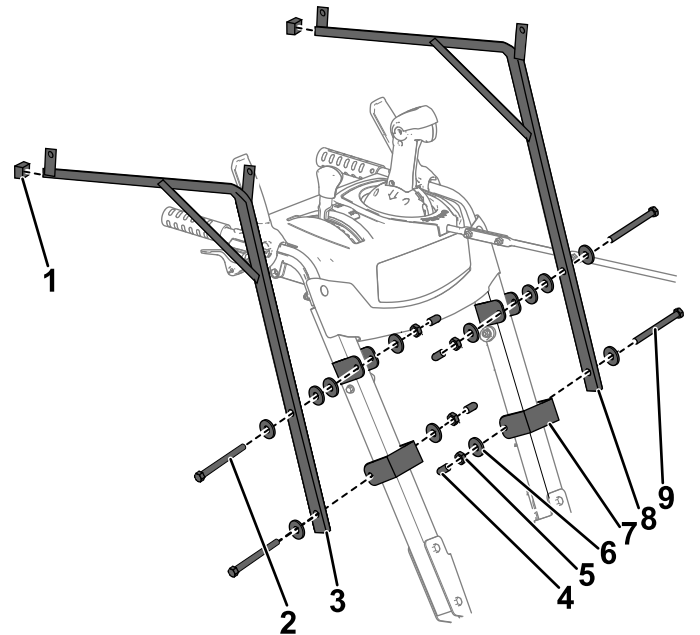

Figura 1
2. Instale los soportes de montaje derecho e izquierdo en el bastidor, como se muestra en la Figura 1.